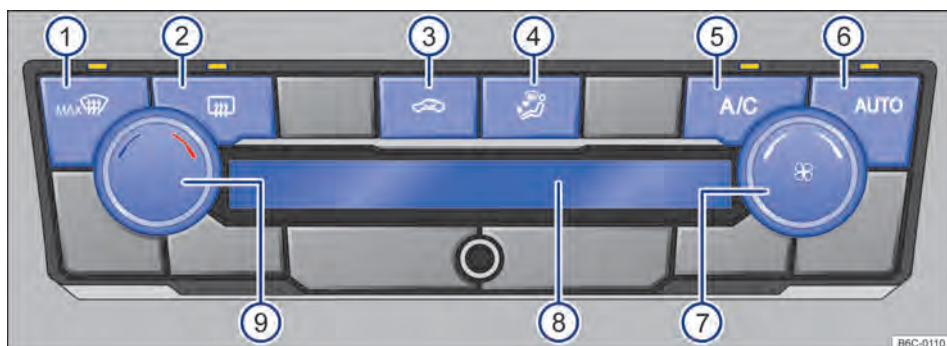

Fig. 82 Comandos do Climatronic.
- *Climatronic*: girar o regulador do ventilador para a esquerda até o batente → Fig. 82 (7)
Com o botão  → Fig. 82 (6) é possível ligar o modo automático do Climatronic.
mático se desliga quando a ventilação é alterada manualmente ou com a alteração da distribuição de ar através do botão → Fig. 82 (4) pressionar.
- *Climatronic*: girar o regulador rotativo esquerdo → Fig. 82 (9).
No display do Climatronic → Fig. 82 (8) é indicada a temperatura ajustada.
- *Climatronic*: girar o regulador do ventilador → Fig. 82 (7).
- *Climatronic*: pressionar o botão → Fig. 82 (4) para posição desejada, a distribuição selecionada será indicada no display (8).
- *Climatronic*: pressionar o botão  → Fig. 82 (1).